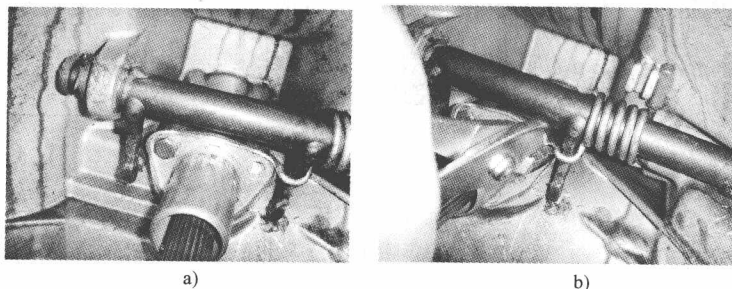

图 1-15 拆下分离轴承导向套、回位弹簧
7) 拆下分离轴承导向套和橡胶防尘套、回位弹簧, 如图 1-15 所示。